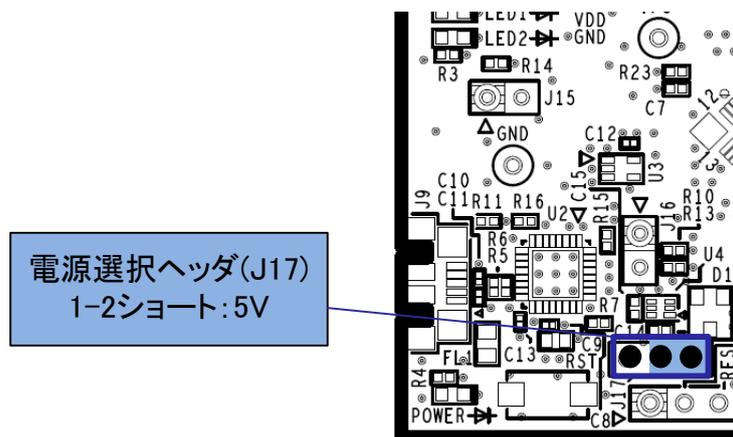

図 5-5: 5V 使用時のヘッダ設定(部品面)
- ・ J17 1-2 ショート：5V 電源を選択。出荷時初期設定。(図 5-5)